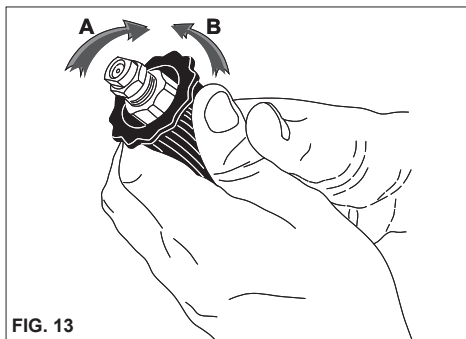

FIG. 13
UTILIZAÇÃO DA CABEÇA REGULÁVEL (fig. 13)
- Quando a hidrolimpadora não está sendo utilizada, deve-se fechar o dispositivo de segurança do punho. (fig. 13).